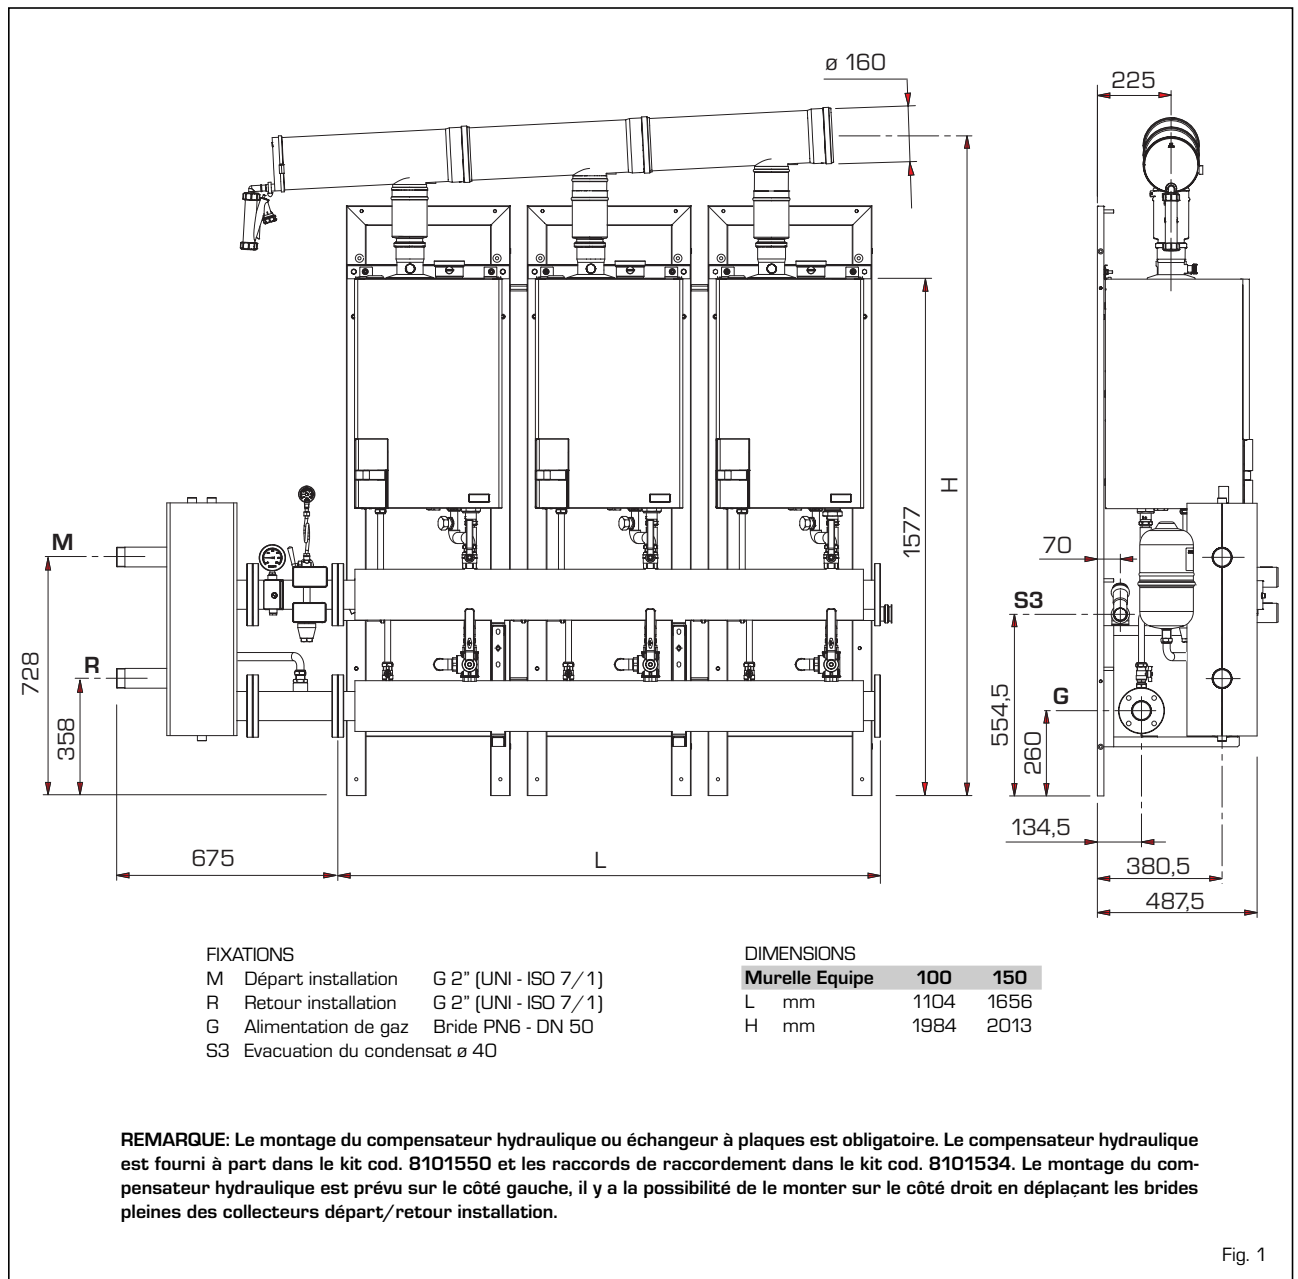

Fig. 1
- 1** Ensamble la unidad de descarga de humos. Para facilitar el acoplamiento de los elementos que componen la unidad, aplique en las juntas de retención el contenido del tubito que se le ha suministrado. Preste atención a la secuencia de montaje de los troncos (cód. 6296522) con altura variable. Monte la unidad de descarga de humos ensamblada. La unidad de descarga de humos puede ponerse en el lado izquierdo girando 180° el colector ensamblado. En este caso, mantenga la inclinación del colector indicada en las dimensiones globales (fig. 1) para descargar la condensación.
1.2 DIMENSIONS ET FIXATIONS (fig. 1)